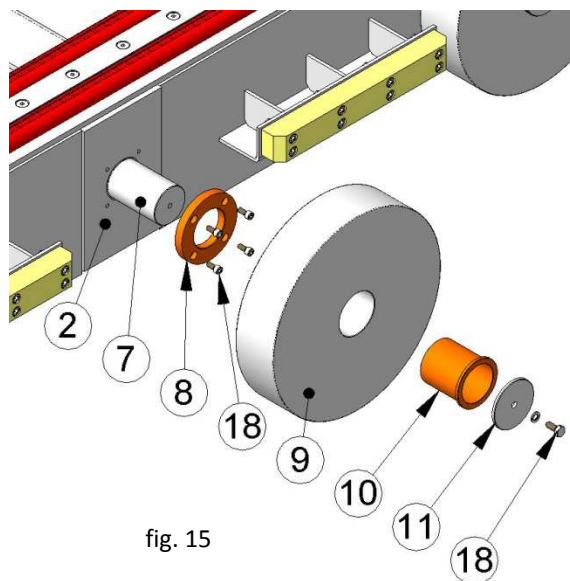

fig. 15
**Nota:** os números entre parênteses referem-se à fig. 15.